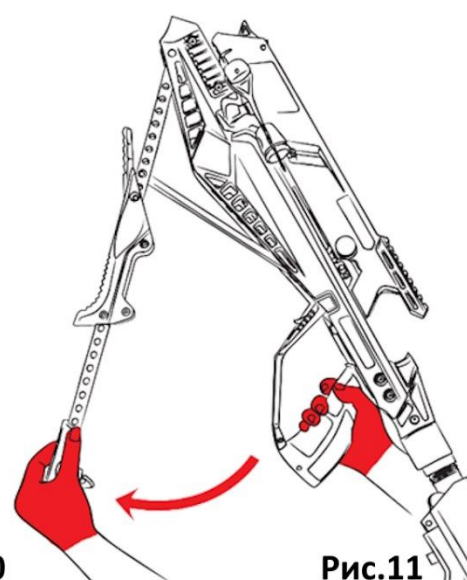

Рис.11
4. После этого отводите рычаг взвода вперед до тех пор, пока спусковой механизм, выскользнув вперед, не зацепит тетиву защелкой спускового механизма (Рис.11).